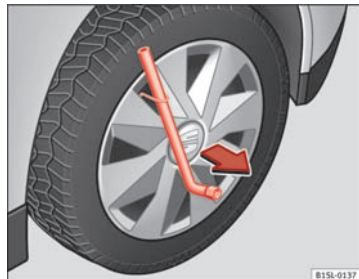

Fig. 134 Sådan tages hjulkapslerne af.
- Skub hjulnøglen gennem afmonteringsbøjlen ⇒ Fig. 134, og træk hjulkapslen af i pilens retning.